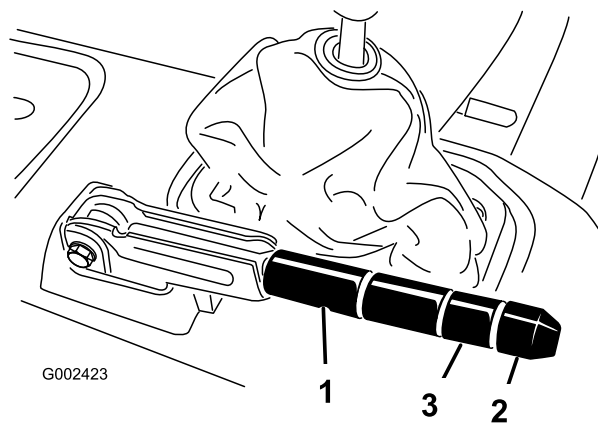

図 67
2. ブレーキ・レバーに調整ノブを固定している固定ネジをゆるめる (図 67)。